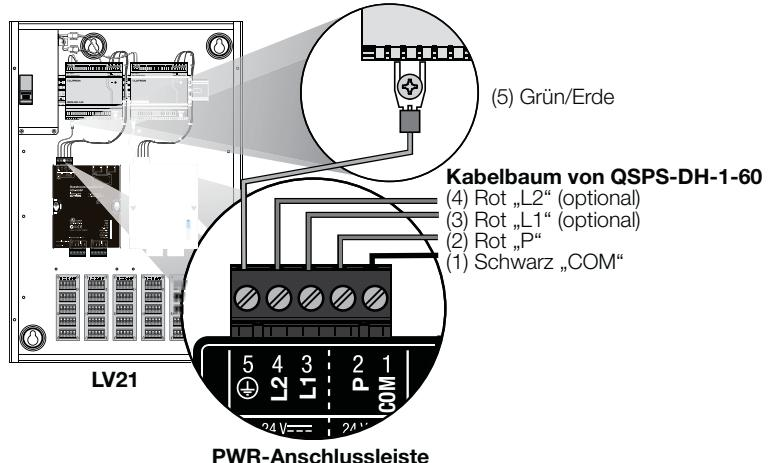

Abbildung 3 – Diagnose-LEDs
- Funktion überprüfen:** Zunächst wird über die PWR-LED auf der Gerät vorderseite bestätigt, dass Strom anliegt. Weitere diagnostische Informationen können anhand der Diagnose-LEDs auf dem Gerät abgelesen werden. Eine Erläuterung der Diagnose-LEDs finden Sie in **Abbildung 3**.